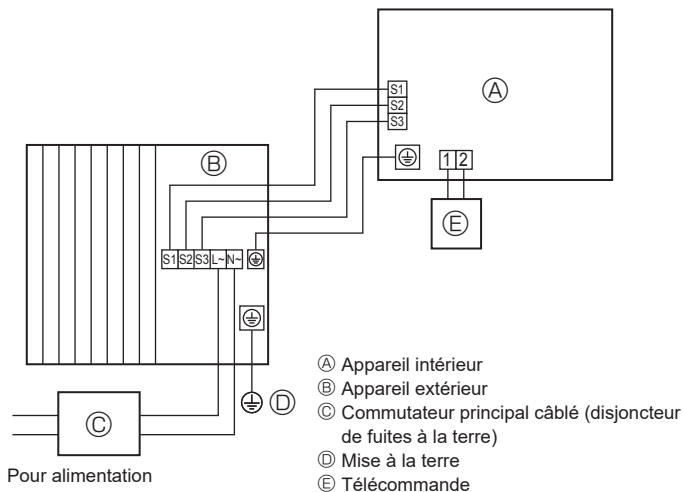
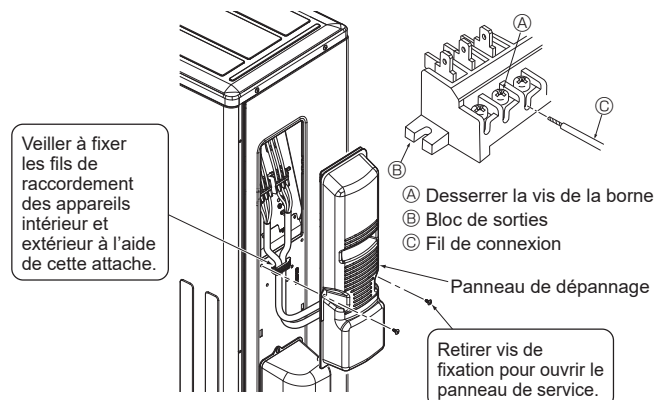

Fig. 6-1
Fig. 6-3
### 6.1. Appareil extérieur (Fig. 6-1, Fig. 6-2, Fig. 6-3)
- ① Déposer le panneau de service.
- ② Raccorder les câbles conformément aux Fig. 6-1, Fig. 6-2 et Fig. 6-3.